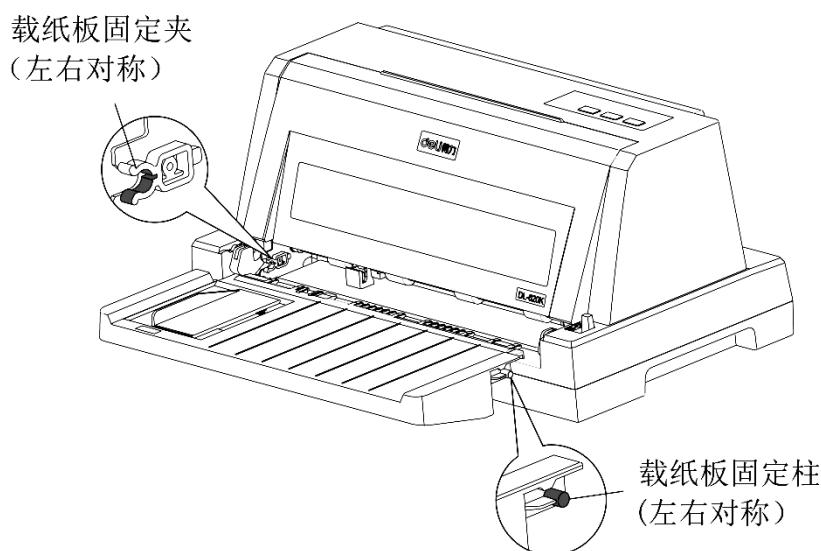

图 6
- 2) 按图6所示，平推载纸板，将载纸板固定柱插入打印机的载纸板固定夹内。